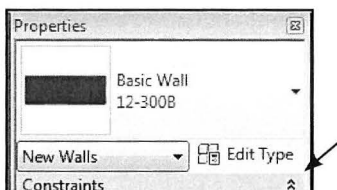

Fig. 05.84. Klik Edit Type, for at ændrer på væggen.
- Klik *Edit Type* (Fig. 05.84).